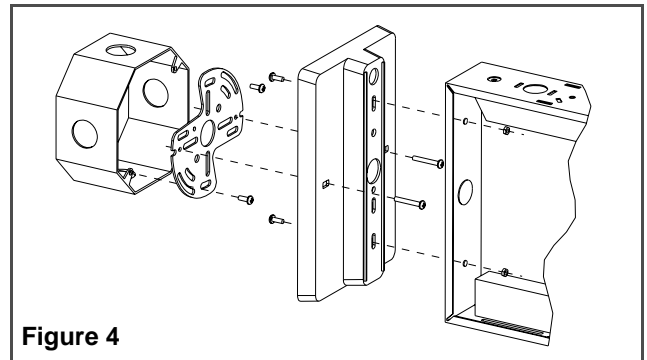

Figure 4
- e. Assembler le pavillon à l'enseigne. Pour ce faire, défoncer les débouchures et fixer le pavillon au boîtier à l'aide des vis (voir fig. 4).